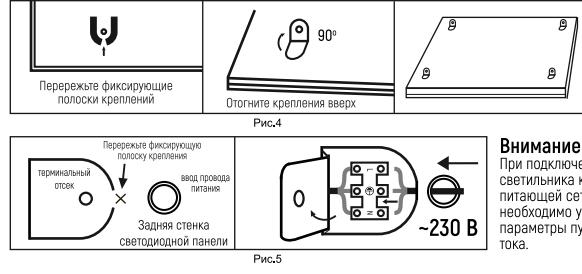

Рис.5
- Обеспечьте сетевой кабель (трехжильный кабель с сечением 0,5-1,0 мм²). Подключите светильник через клеммную колодку, находящуюся в терминальном отсеке с задней стороны светильника к питающей сети при помощи сетевого кабеля. Для доступа к терминальному отсеку перережьте фиксирующую полоску крепления и отогните наружу крышку терминального отсека. [Рис.5]. Обеспечьте защиту соединения от попадания влаги. (сетевой шнур питания в комплект поставки не входит).